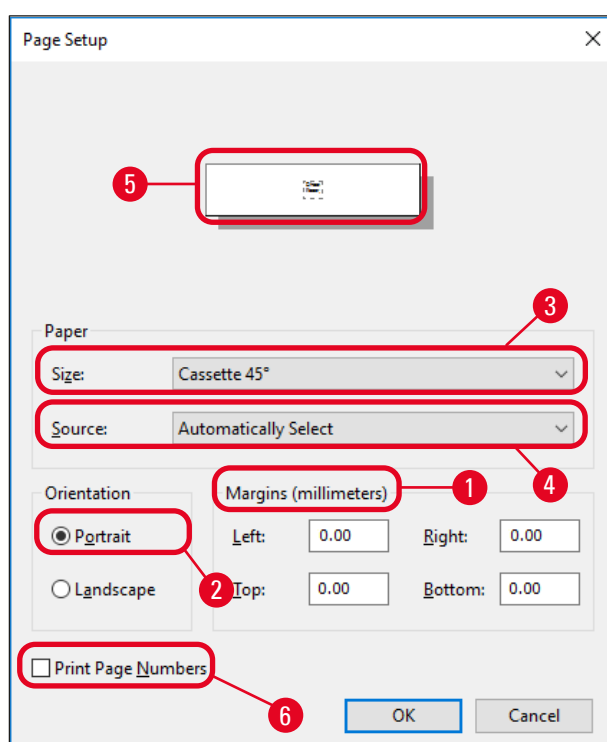

Fig. 46
3. Come prima cosa è necessario selezionare le impostazioni della pagina: Fare clic su **File > Page Setup** (Impostazione della pagina) per aprire la finestra di dialogo **Page Setup** (→ "Fig. 46").